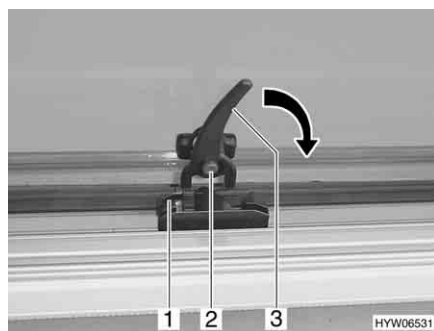

Fig. 54 Leva di serraggio in posizione "aperto"
- Premere il bottone di sicurezza (Fig. 54,2) e mantenerlo premuto.
- Ruotare la leva di serraggio (Fig. 54,3) nella direzione della freccia di un quarto di giro verso il telaio della finestra.
- Ruotare la leva di serraggio (Fig. 54,3) di un quarto di giro verso il centro della finestra.
- Ruotare la leva di serraggio in senso antiorario. Il bloccaggio deve entrare nell'apertura sinistra (Fig. 54,1) del dispositivo di bloccaggio (Fig. 55).
- Rilasciare il bottone di sicurezza (Fig. 54,2).